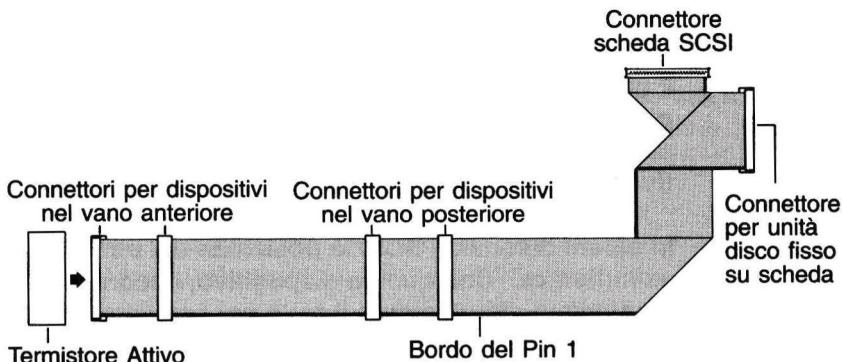

Figura 4. Cavo dati SCSI a 50 Pin
4. Osservare il cavo dati SCSI a 50 pin, illustrato in Figura 4. Localizzare l'estremità del cavo dati da collegare con la scheda. Notare che il bordo colorato del cavo indica il pin 1.